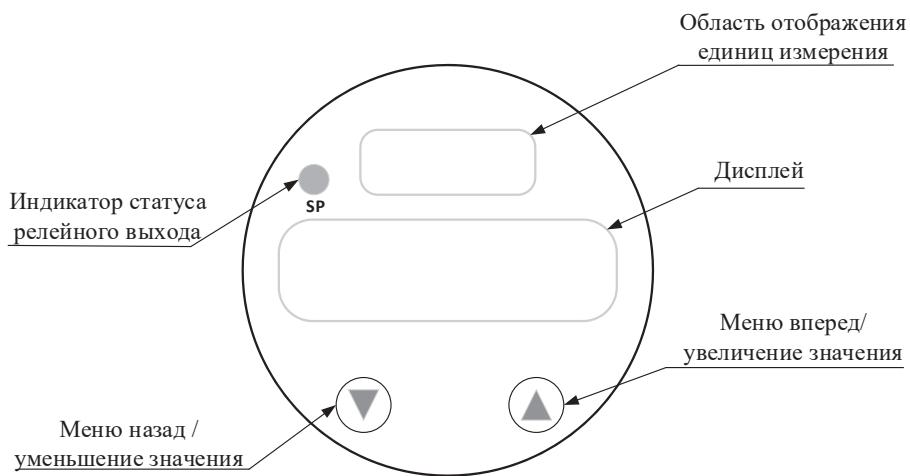

Рисунок 5 - Внешний вид индикатора
2.6.1 Единицы измерения устанавливаются согласно заказу на предприятии - изготовителе и отображаются на индикаторе (рисунок 5).
Рисунок 5а – Структура меню индикатора